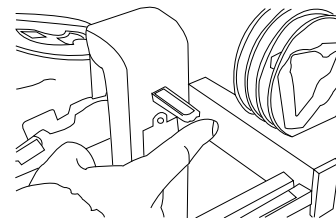

Fig. 9
5. Posizionare il misuratore laterale (regolo) in modo che tocchi il disco graduato, riferimento necessario per riportare lo scostamento laterale o mediale della tacchetta. (Fig. 9)